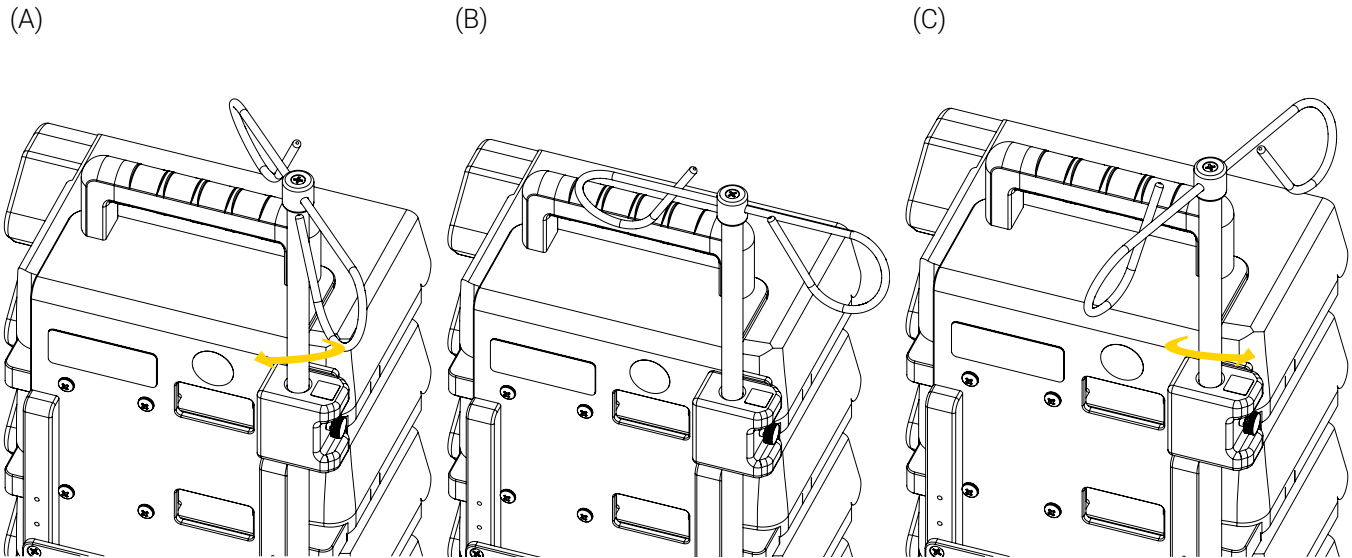

Figure 16: Rotation de la tige à soluté
2. Tourner la tige à soluté dans le sens horaire ou antihoraire (Figure 16) jusqu'à obtenir la position désirée au besoin.